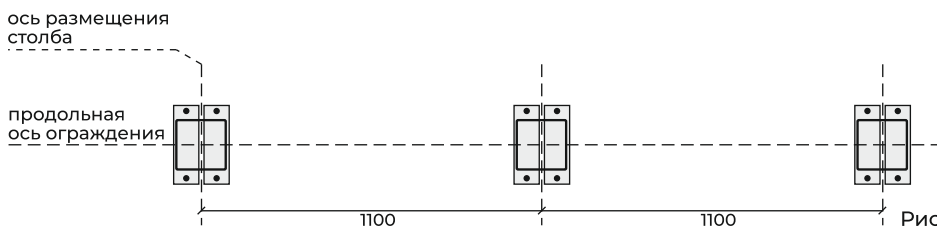

Рис. 3
Разметьте места крепления металлических стоек (7) к бетонному (или аналогичному) основанию (Рис. 3). Продольную ось ограждения удобно размечать отбойной ниткой. На прямом участке ограждения рекомендуется сначала установить крайние металлические стойки, а затем промежуточные по очереди.